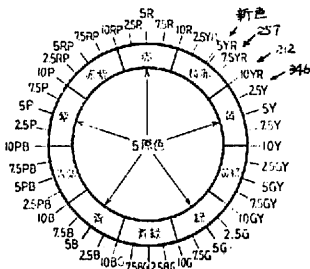

図 1 色相環
1) 色相 (H) —— (図 1) に示すように、5 種の基本色を基にして、10 色に大別し、さらに個々に 4 等分に細別した 40 色の色相環からなっていて、われわれの関係する色相は、右肩の赤と黄の間、黄赤に属することになる。従来から使われている下記色番号を挿入すると、なお一層感覚的に
③ Y値を明度 (V) に変換 (JIS Z 8721 付表2 から)
- ④ ③で得たV値を挟む整数明度図（JIS Z 8721 付図1）の  $x, y$  座標交点から、色相（H）、彩度（C）を求める
- ⑤ ④で求めた2種整数値明度でのマンセル値から③のV値による正規のマンセル値を補間法で求める。
- ⑥ 数字のケタ数 色相……小数点以下1ケタで、その数字は0か5
一般的に、圧縮試験は断面寸法に対する長さ（高さ）の比の如何によって、全く異なる破壊が起る。すなわち、非常に細長い材料〔図1 a〕を圧縮すると、最後にはⅡの如く曲って、ついに折れる。
— 図 1 —